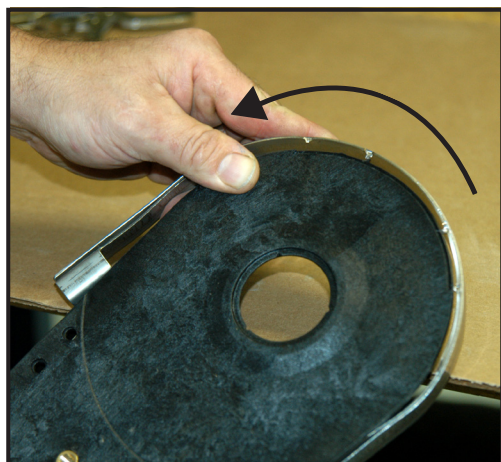

図19
5. 駆動側部プレートのカーブの周囲にマニュアル作業でホースシューを合わせます(図19)。